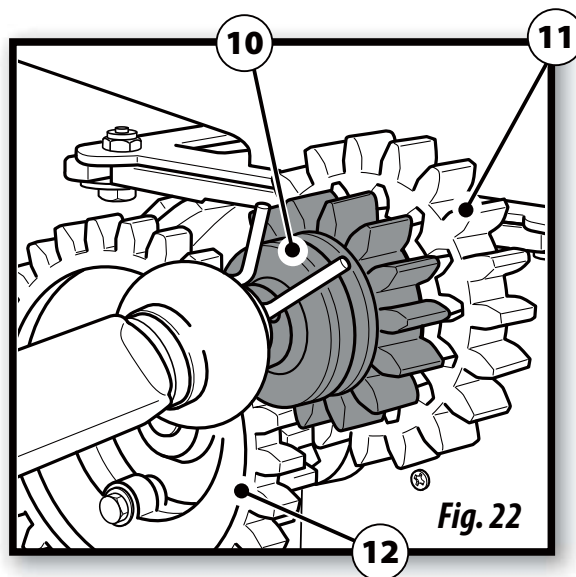

Fig. 22
- 6-** Tirar del piñón (nº 10, fig. 22) hasta liberarlo del piñón (nº 11, fig. 22) y engranarlo con el piñón (nº 12, fig. 22).